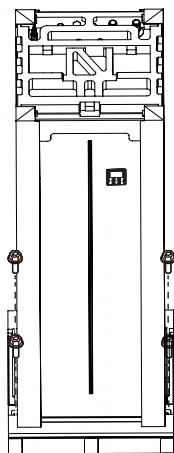

Abb. 2-3
- Entfernen Sie die 4 Schrauben der Holzbasis (siehe Abb. 2-3).